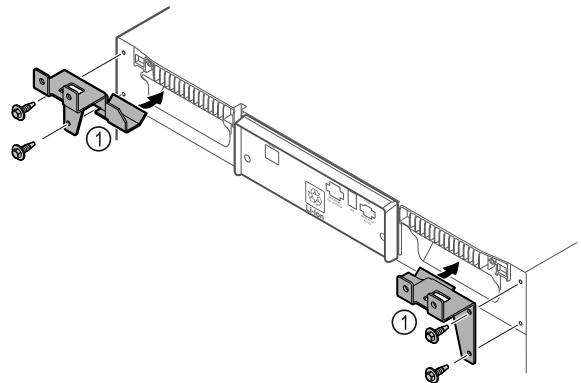

Fig. 9
- Монтувати деталі для підтримки Fig. 9 (1) з приданими гвинтами на пристрій.